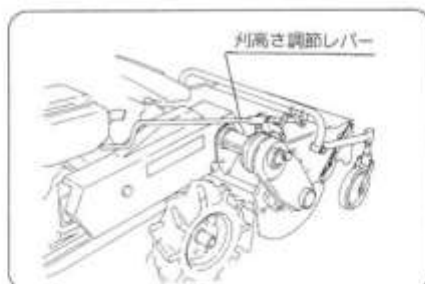

図21
① 中耕除草の深さの調節
- 中耕除草の深さは刈高さ調節レバーを回しておこなってください。右に回すと深く、左に回すと浅くなります。(図21)